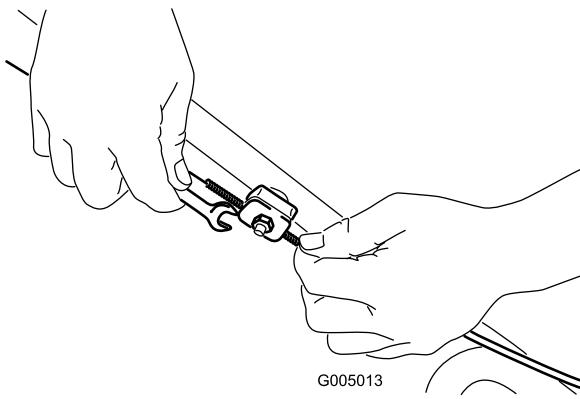

Figura 20
1. Afloje la tuerca del soporte del cable (Figura 20).
2. Tire hacia abajo de la cubierta del cable (hacia el cortacésped) hasta eliminar la holgura en el cable (Figura 20).